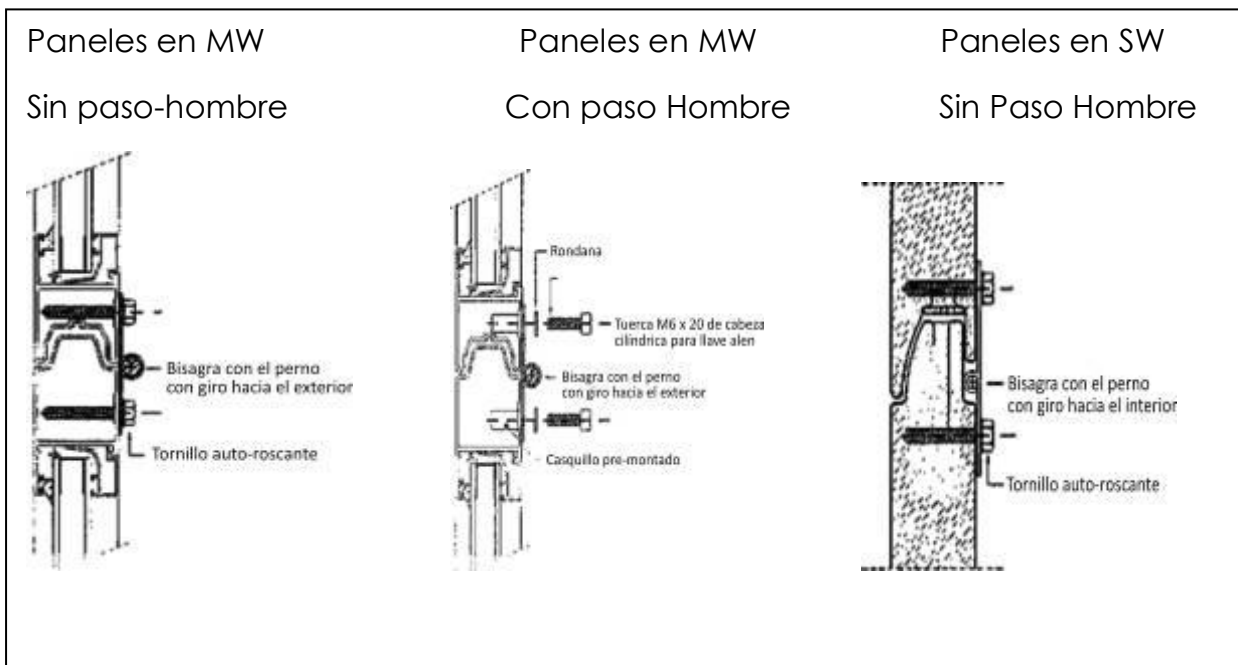

Fig. 4E Fijación de Bisagras
- Fijar las bisagras intermedias al panel ubicado en la parte superior. Utilizar los tipos de tornillos referenciados en la Fig. 4E Repetir en secuencia dichas operaciones para los paneles siguientes.